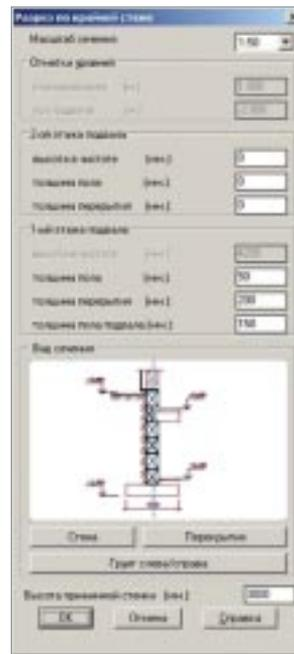

Рис. 65
- Формирование обозначений разреза по фундаменту и автоматическая генерация его на чертеже (рис. 65).